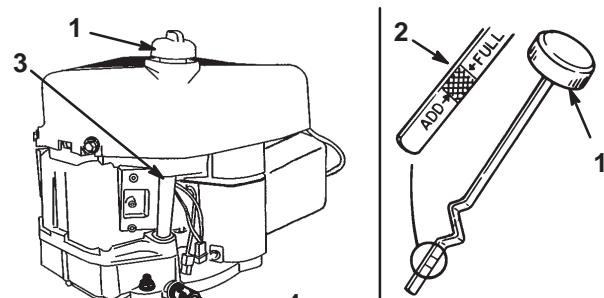

Bild 18
7. Reinigen Sie den Bereich um den Ölpeilstab herum (Bild 18), damit kein Schmutz in den Einfüllstutzen gelangen und so den Motor beschädigen kann.
8. Schrauben Sie den Ölpeilstab los und wischen Sie das Metallende ab (Bild 18).
9. Schrauben Sie den Ölpeilstab vollständig in den Einfüllstutzen (Bild 18).
- 12.** Reinigen Sie den Bereich um den Peilstab (Bild 18) und drehen Sie den Verschlussdeckel ab.
- 13.** Gießen Sie ca. 80 % des Motoröls langsam in den Einfüllstutzen (Bild 18). Siehe „Wechseln des Motoröls“ auf Seite 22.